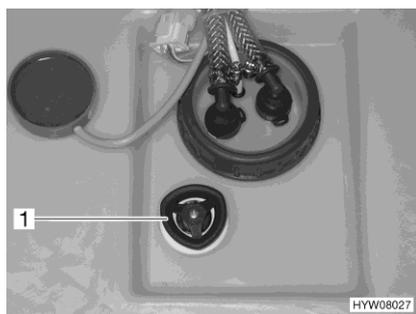

Fig. 134 Serbatoio dell'acqua con maniglia girevole
- Sul serbatoio dell'acqua, ruotare la maniglia girevole (Fig. 134,1) in senso orario fino all'arresto.
- Sul serbatoio dell'acqua, ruotare la maniglia girevole (Fig. 134,1) in senso antiorario fino all'arresto. L'acqua fuoriesce fino a ca. 20 litri.